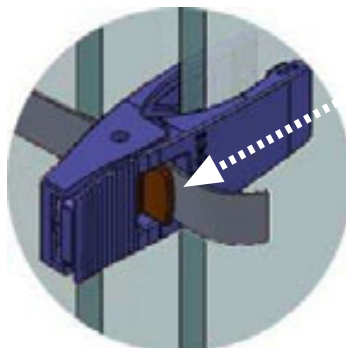

Figura A8
- Para liberar las hojas hay que destensar la cinta presionando la pestaña de desbloqueo (figura A8).